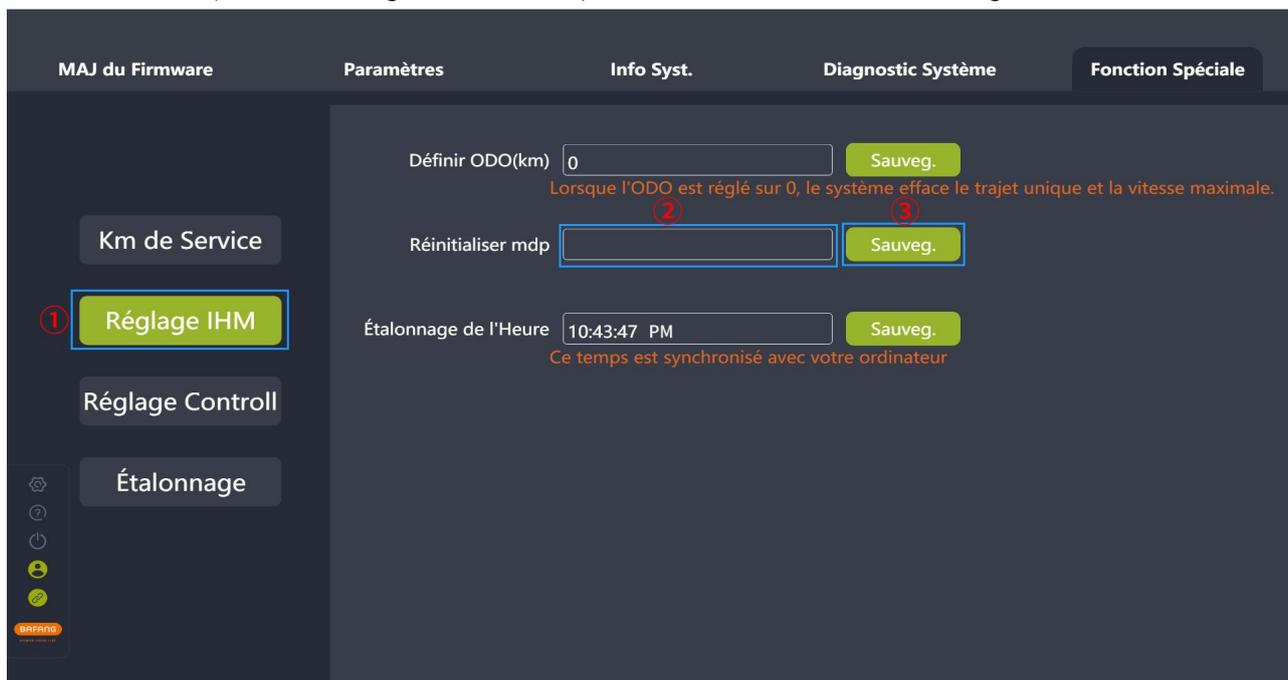

Figure 8-5 Réinitialiser le mot de passe de mise sous tension
- (1) Connectez le BESST Tool à l'IHM (si pris en charge) et sélectionnez "Réglage IHM".
- (2) Entrez le nouveau mot de passe à 4 chiffres dans la zone "Réinitialiser le Mot de Passe".
- (3) Cliquez sur "Sauveg.", et le mot de passe sera réinitialisé avec succès (Fig. 8-5).